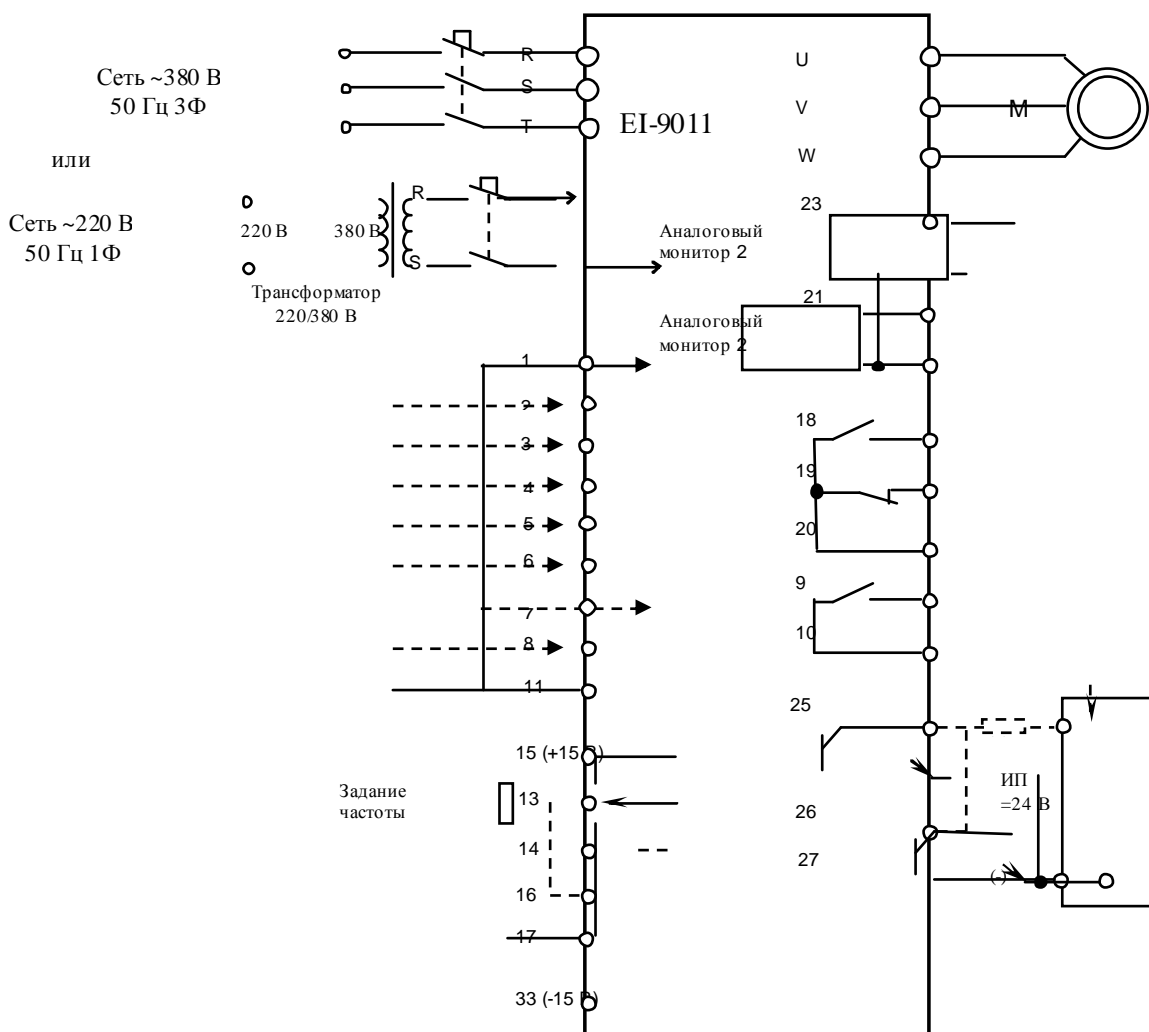

Рис. 4.28. Диагностика цепей управления преобразователя EI-9011.
4.17.1. Подключить электродвигатель к выходным клеммам U, V, W (рис. 4.28).